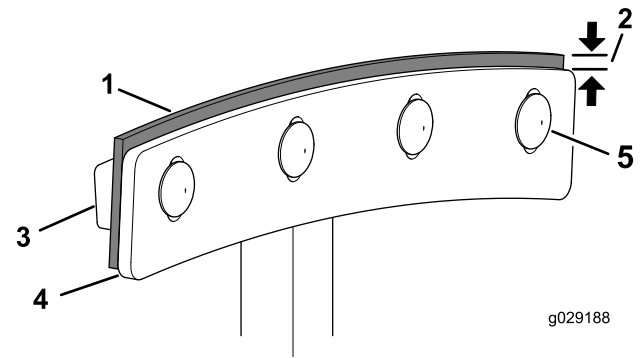

Figure 45
4. Desserrez les boulons de carrosserie et les contre-écrous à embase qui fixent la lame et le racloir à la pale (**Figure 45**).